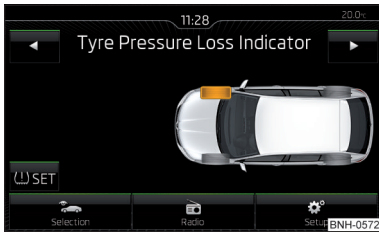

Abb. 133
- Die Funktionsfläche **SET** antippen » Abb. 133.
Bei aufleuchtender Kontrollleuchte im Kombi-Instrument kann im Infotainment der betroffene Reifen angezeigt werden » Abb. 133.